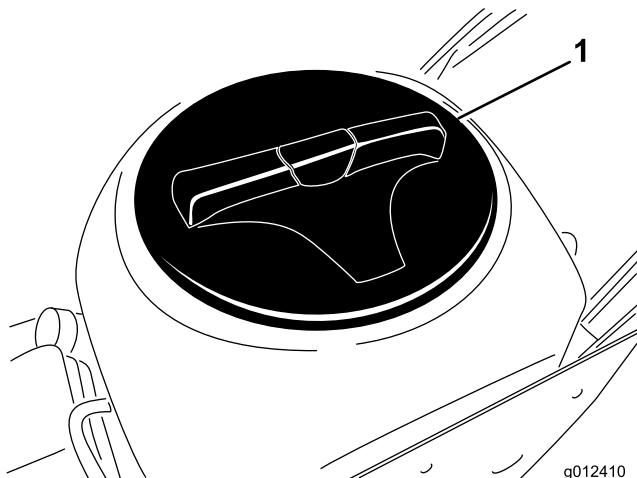

Figura 22
- Retire la tapa del depósito (Figura 22).